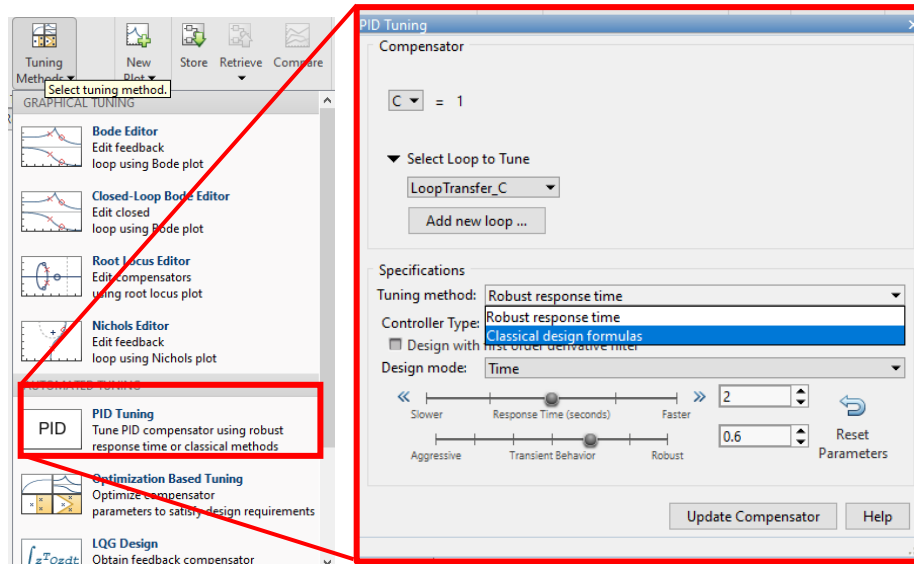

Figura 1. Menú y ventana de opciones para sintonizar controladores PID.
3. En la interfaz, Figura 1, ir a al menú **Tuning Methods** y seleccionar **PID Tuning**.